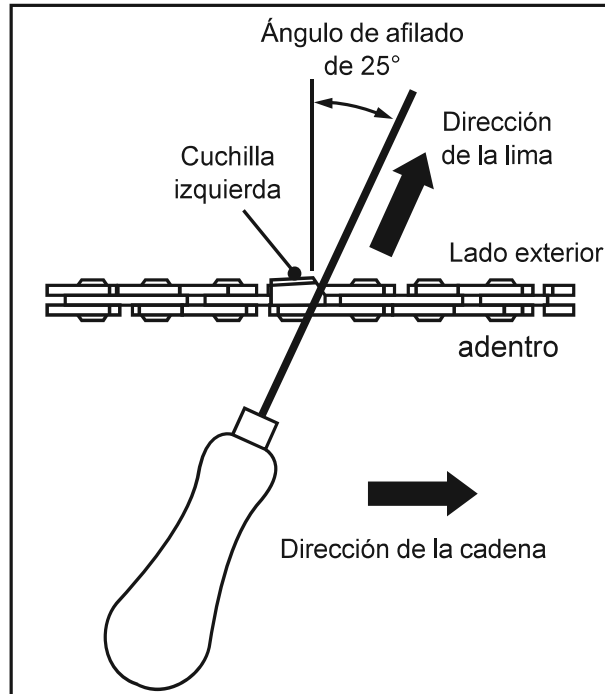

Fig. 40
5. Lime con un ángulo perpendicular a la espada y con un ángulo de 25° con respecto a la dirección de desplazamiento (Fig. 40).